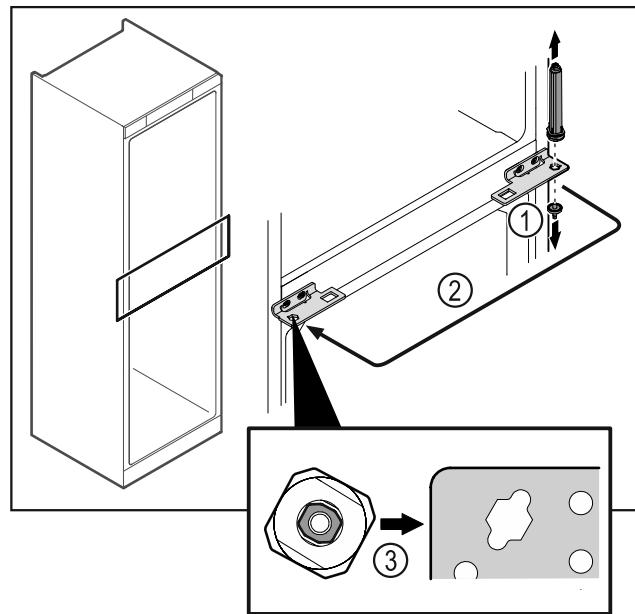

Fig. 47
- Skru av hengselbolten Fig. 47 (1).
- Flytt dørlukkesystemet Fig. 47 (2).
- Pass på at den skrå kanten på bolten Fig. 47 (3) peker mot det runde hullet under innsettingen.